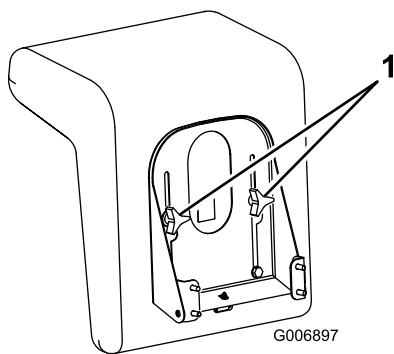

Figure 7
1. Soulevez le siège et desserrez les boutons de réglage (Figure 7).